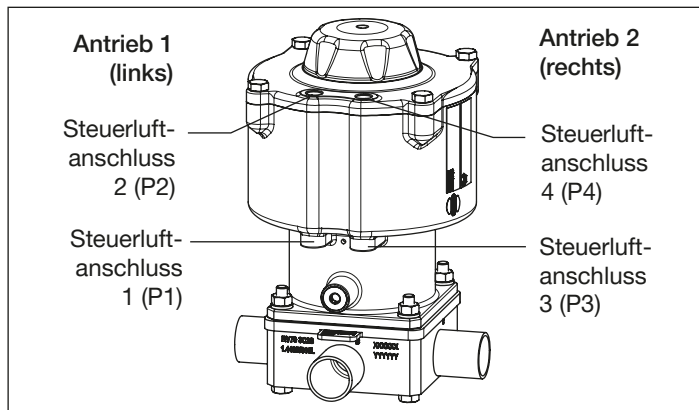

Abb. 19: Zuordnung der Antriebe
1) Antriebszuordnung siehe „Abb. 19“